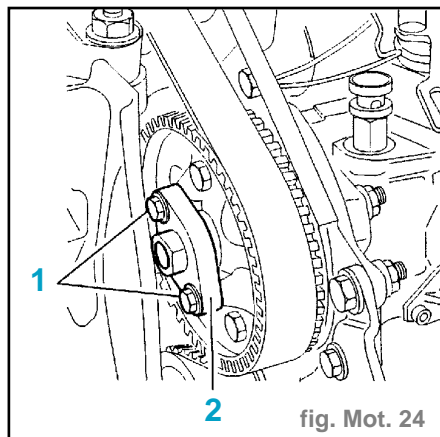

fig. Mot. 24
- Poser la bride d'extraction (1) sur le pignon de la pompe (fig. Mot. 24).
- Décoller le pignon de l'arbre de pompe, en serrant les vis (2) fig. Mot. 24).
- Déposer la bride (1) (fig. Mot. 24).